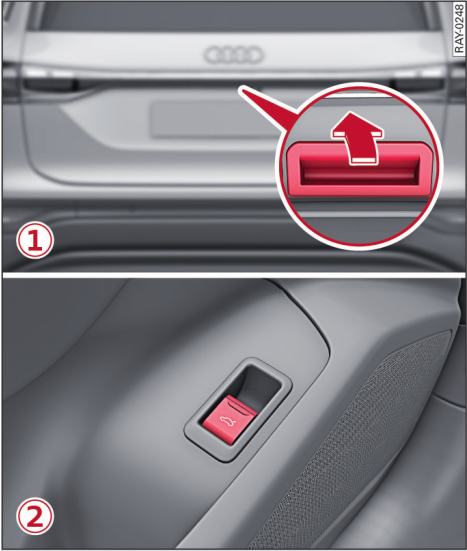
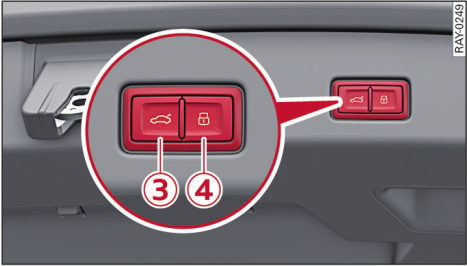

图 15 行李厢盖内的触摸把手 ①、驾驶员车门内的按钮 ②
图 16 行李厢盖：③ 关闭按钮、④ 锁止按钮
- ▶ 按行李厢盖内的触摸把手 ① ⇨ 图 15。在行李厢被锁止的状态下，汽车钥匙或数字钥匙距离行李厢不得超过约 1.5 米，或
- ▶ 短暂地拉驾驶员车门内的按钮  ② ⇨ 图 15，或
- ▶ 按汽车钥匙上的按钮  /  和行李厢盖内的触摸把手给汽车或行李厢盖 ① 解锁。 ▶
您可以在 MMI 中停用/启用 ⇨ 第 30 页 通过触摸把手打开行李厢盖的功能 ⇨ 图 15。
- ▶ 按行李厢盖内的按钮  ③ ⇨ 图 16，或
- ▶ 在汽车被关闭的情况下，按行李厢盖内的按钮  ③/  ④。汽车钥匙或数字钥匙不得位于车内。在按按钮  ④ 时，汽车在关闭行李厢后接着是被锁止的。如果您按按钮  ④，而汽车钥匙位于行李厢内或超出作用范围（大于约 1.5 米），那么系统发出一声警告音，并且行李厢无法关闭，或
- ▶ 请您在开启汽车后拉住驾驶员车门内的按钮  ② ⇨ 图 15 直到行李厢盖关闭，或
- ▶ 如果行李厢盖内装有按钮  ④，那么请您在汽车关闭后按住汽车钥匙上的按钮 ，直到行李厢盖关闭。锁闭会延迟进行。此时，请您站在行李厢盖后面并与之保持足够距离（至多 3 米）。
- ▶ 重新按按钮 ③ 或行李厢盖内的触摸把手 ① ⇨ 图 15，或
- ▶ 重新按按钮 ③ ⇒ 38 页，图 16 或触摸行李厢盖上的把手 ① ⇒ 38 页，图 15，或
如果现在重新按按钮 ③ ⇒ 38 页，图 16 或触摸行李厢盖内的触摸把手 ① ⇒ 38 页，图 15，那么行李厢盖再次打开/关闭。